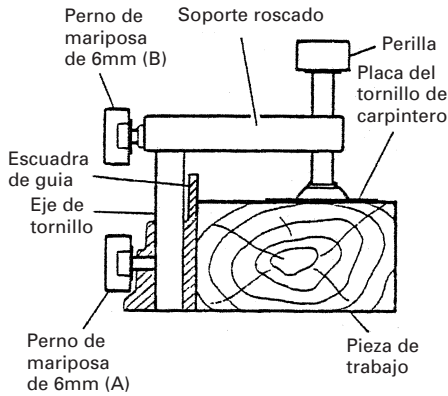

Fig. 20
- (1) El conjunto de tornillo de carpintero puede montarse en la escuadra de guía izquierda (escuadra de guía (B)) o bien en la escuadra de guía derecha (escuadra de guía (A)) aflojando el perno de orejas de 6mm (A).
- (2) El portatornillo puede elevarse o bajarse de acuerdo con la altura de la pieza de trabajo aflojando el perno de orejas de 6mm (B). Después del ajuste, apriete firmemente el perno de orejas de 6 mm (B) y fije el portatornillo.
- (3) Gire la perilla superior y fije firmemente la pieza de trabajo en su lugar (Fig. 20).